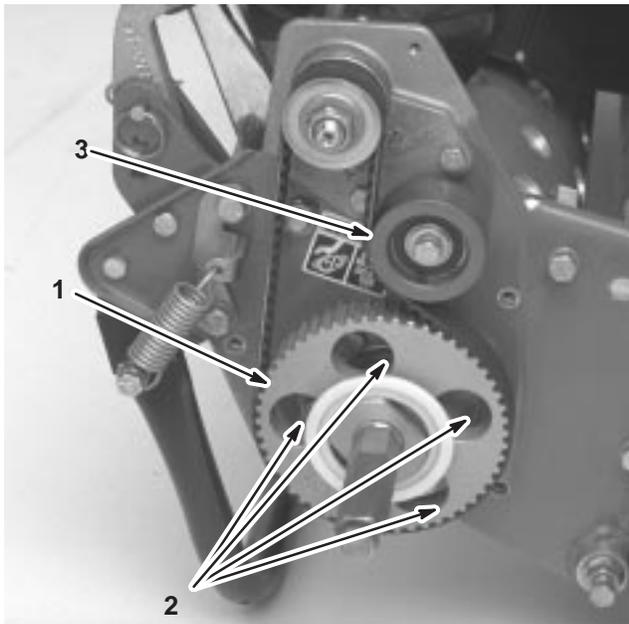

Bild 10
7. Drehen Sie die Antriebsscheibe, bis die Löcher mit den vier Bundscheiben des Walzenlagers ausgerichtet sind (Bild 10).
11. Stellen Sie die Riemen Spannung ein, und ziehen Sie die Befestigungsschraube der Spannscheibe an (Bild 10).